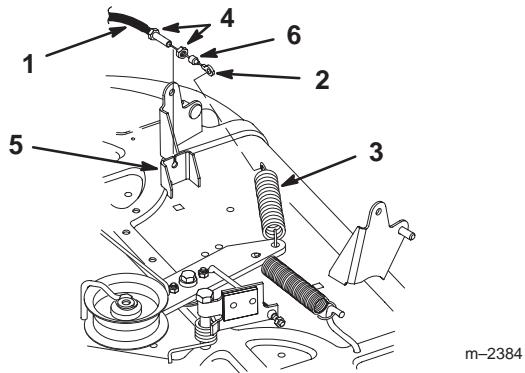

Figure 44
15. Enlevez la bague en caoutchouc et le premier écrou de blocage (Fig. 44).
16. Vissez complètement le deuxième écrou de blocage sur le câble de commande des lames (PdF) (Fig. 44).
17. Passez le câble dans la fente du support, puis vissez le second écrou de blocage sur le câble (Fig. 44).
18. Accrochez l'extrémité du câble de commande des lames (PdF) au ressort de galet tendeur (Fig. 44).